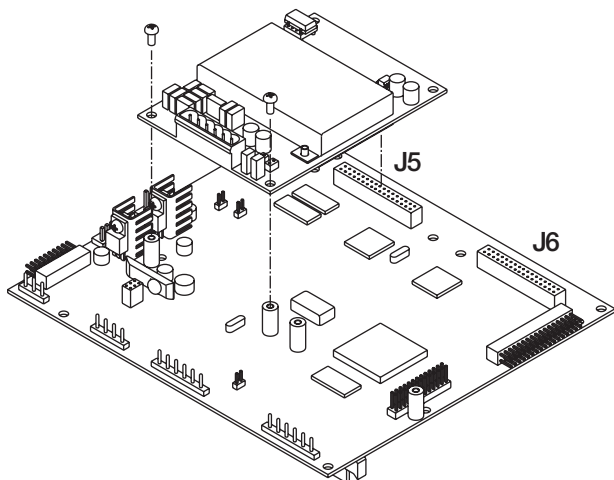

Figura 2-9. Instalación de la Tarjeta Opcional en el Circuito CPU
2. Con cuidado alinee el conector J5 o J6 en el circuito CPU (Ver Figura 2-9). Presione para asentar la tarjeta en el conector del circuito CPU.
3. Haga uso de los tornillos que se suministran en el juego de partes, para fijar el otro extremo de la tarjeta a los soportes roscados del circuito CPU (Ver Figura 2-9).